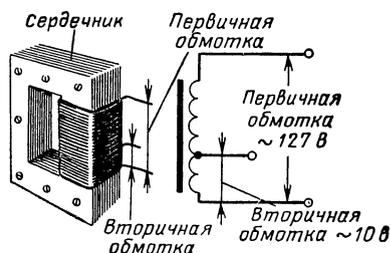

Рис. V.28. В понижающем автотрансформаторе применяется одна обмотка, выполняющая одновременно роль и первичной, и вторичной обмотки.
**Автотрансформатор.** Однообмоточный трансформатор, изображенный на рис. V.28, называется автотрансформатором. Одна часть его обмотки используется в качестве первичной, и она же и другая часть в качестве вторичной. Автотрансформатор может быть как повышающим, так и понижающим. Расчет автотрансформатора основан на тех же принципах, что и расчет обычного двухобмоточного трансформатора, поскольку и здесь ток в первичной обмотке наводит напряжение во вторичной.
В понижающем трансформаторе во вторичной обмотке меньше витков, чем в первичной. Как показано на рис. V.28, вторичное напряжение снимается с автотрансформатора при помощи отпайки. Вторичное напряжение можно понизить, взяв для вторичной обмотки меньшее число витков, или повысить, использовав большее число витков.